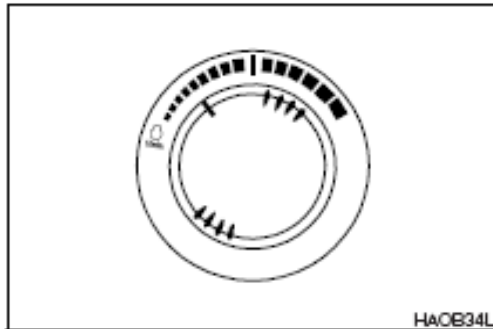

Figura 7
2. Ajuste el dial de control de la velocidad del motor de manera que sobrepase ligeramente la marcha mínima (Figura 7)